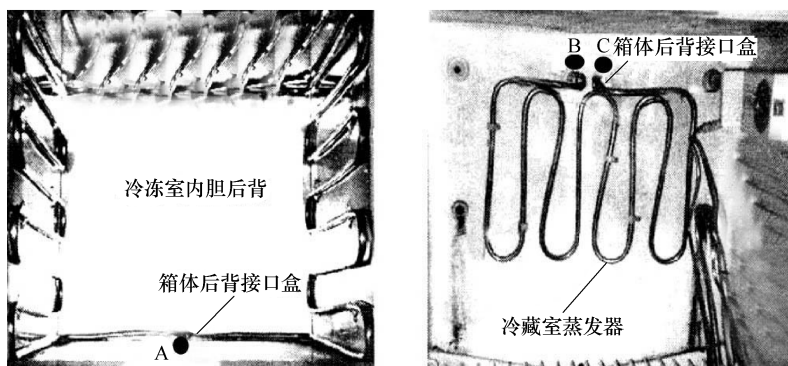

图 3-81 冷冻室、冷藏室的打眼位置
2) 根据上、下蒸发器接口所在位置，确定箱体打眼位置。对于上、下蒸发器接口位于箱体后背接口盒内的机型，冷冻室、冷藏室的打眼位置应与接口盒对应，如图 3-81 所示（图中 A 为冷冻室的打眼位置，B、C 为冷藏室的打眼位置）。